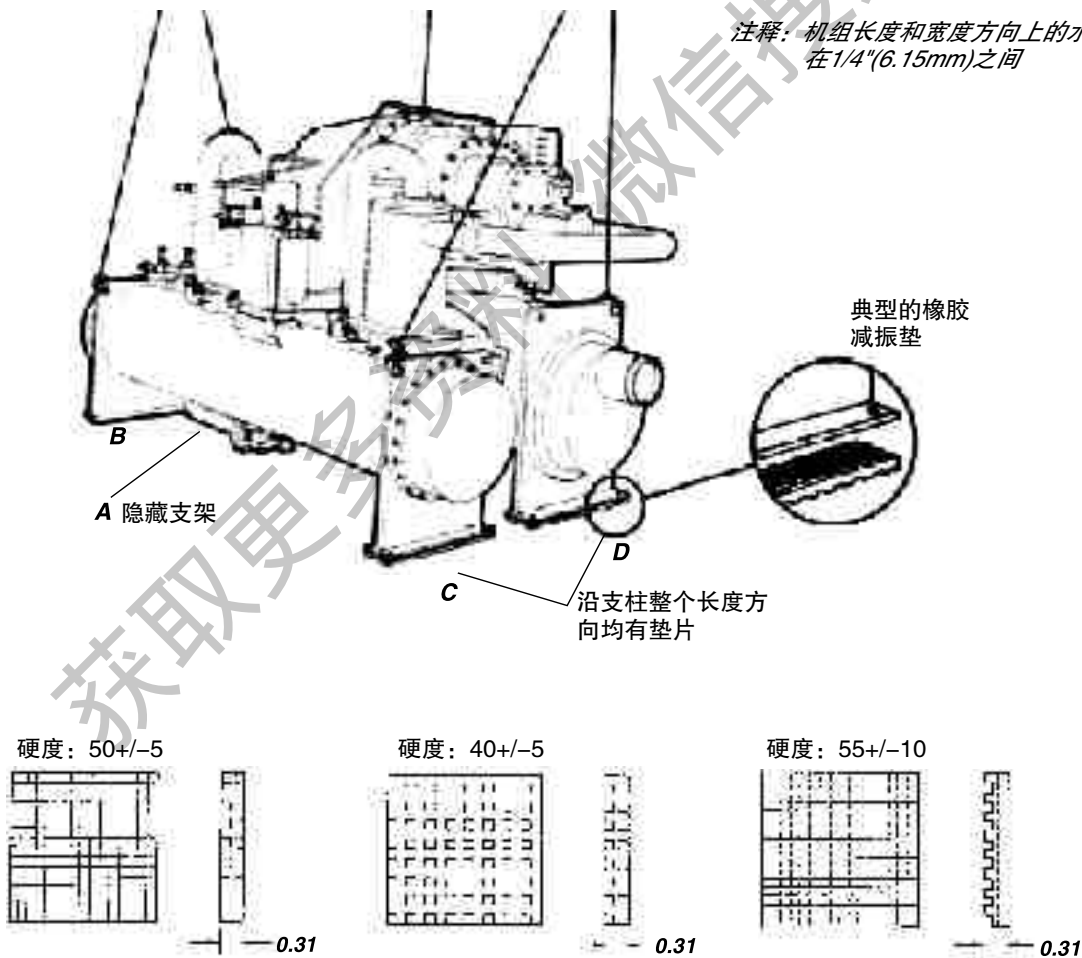

图7 减振垫位置
7. 在机组最终定位时，将减振垫放在蒸发器和冷凝器管板支撑脚下，见图7。按照下一段描述的方法调整机组水平。
注意：如图7所示，减振垫的硬度值是其弹性变形量。